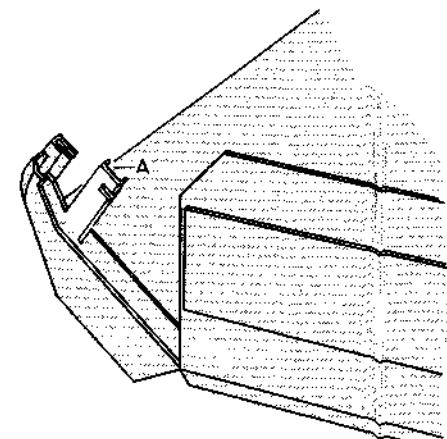

Fig. 2-1-2
2.1.3. Bedienpaneel (Abb. 2-1-2)